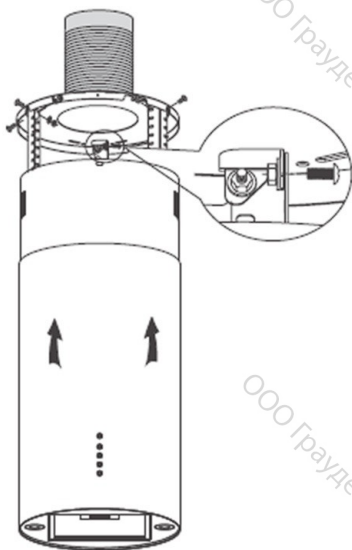

Рисунок 8
9. Установите прибор и вытяните вентиляционную трубу из потолка. Затем с помощью 6 винтов М4х10, гаек М4 и шайбы прикрепите угловой элемент прибора к подвесной доске. См. рисунок 8.